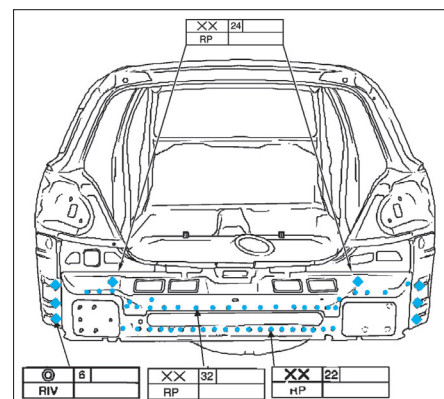

FIG. 106
- Adapter le panneau intérieur arrière puis percer les trous de fixation pour les rivets (**fig. 106**).
- Riveter puis souder par point le panneau arrière (**fig. 106**).